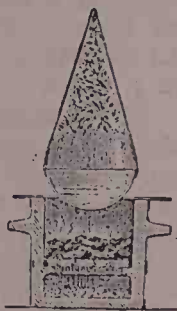

Fig. 49
45. Sublimarea. — *Experiență.* Într'o capsulă de porțelan, peste care așezăm un con de carton, să punem o bucăciță de naftalină (substanță solidă) pe care o încălzim. Observăm că prin încălzire naftalina se prefăce de-adreptul în vapori, fără a trece prin starea lichidă; vapori întâlnind cartonul rece (fig. 49, se condensează, trecând de-adreptul în stare solidă. Într'adevăr pe con găsim frumoși cristali de naftalină.